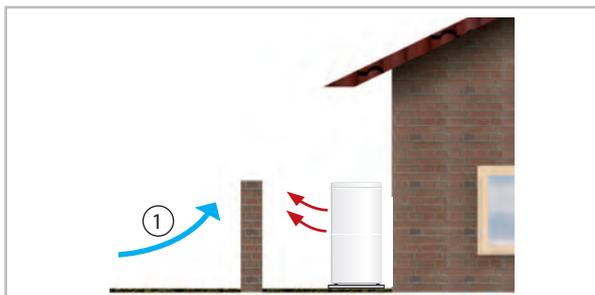
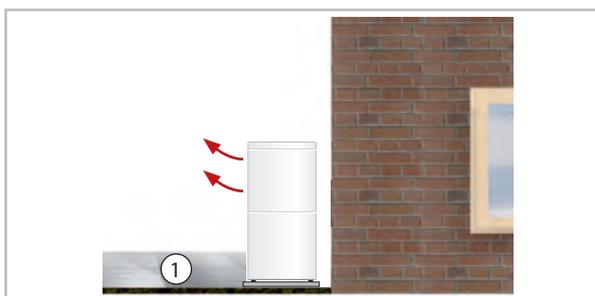

Fig. 34: Protection contre le vent
Fig. 35: Protection contre la neige
- Si vous placez l'appareil à un emplacement très venté, vous devez le protéger du vent et des moyens de stabilisation supplémentaires sont recommandés. Cela peut être réalisé par exemple avec des câbles métalliques ou d'autres constructions (Voir la Fig. 34). Vérifiez les limites d'enneigement (Voir la Fig. 35).
- Veillez, lors de l'installation, à la hauteur d'enneigement attendue et prévoyez un espace d'env. 20 cm permettant, toute l'année, l'aspiration et la soufflerie de l'air extérieur (Voir la Fig. 35).